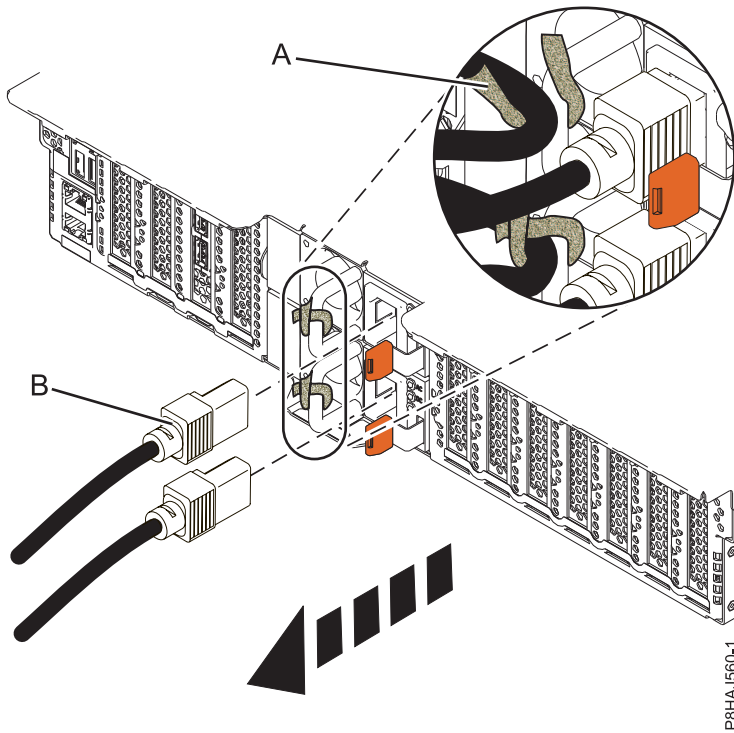
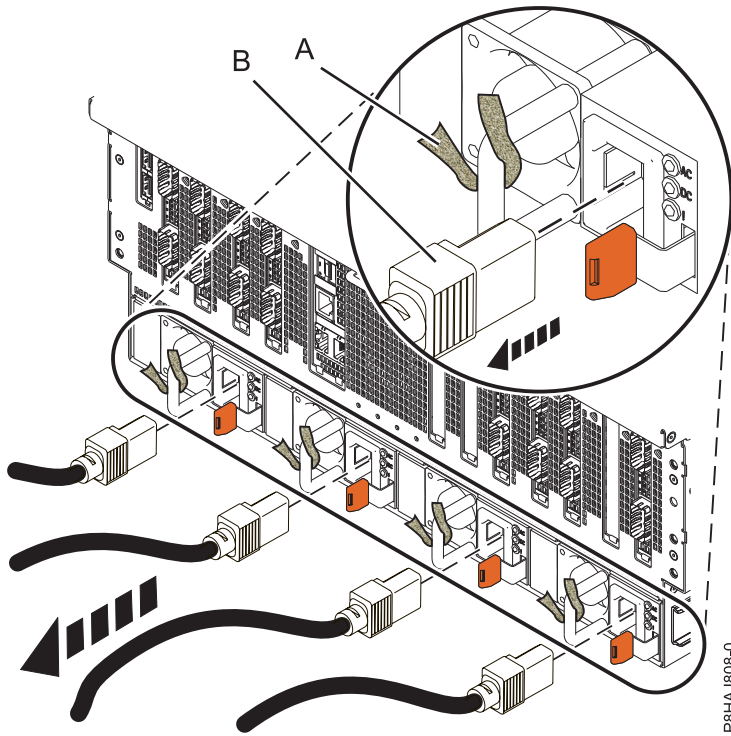

Figure 30. Retrait des cordons d'alimentation d'un système 5148-21L, 5148-22L, 8247-21L, 8247-22L, 8284-21A, ou 8284-22A
Figure 31. Retrait des cordons d'alimentation d'un système 8408-44E ou 8408-E8E
3. Débranchez les cordons d'alimentation **(B)** de l'unité centrale. Voir les figures figure 29, à la page 57, figure 30, à la page 57 ou figure 31, à la page 58 selon le type de votre système.